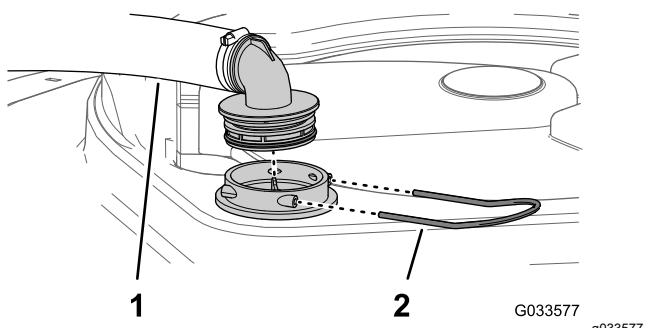

Figura 104
- Na parte superior do depósito do pulverizador, retire a fixação que prende a união da mangueira unida à tubagem grande da estrutura do filtro (Figura 104).
- Retire a tubagem e a união da tubagem da estrutura do filtro (Figura 104).